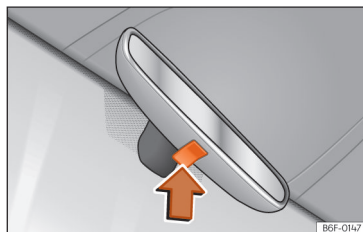

Fig. 110 Retrovisor com antiencandeamento manual.
• Para evitar o encandeamento, pressione a patilha do espelho retrovisor para cima »» **Fig. 110** [seta].